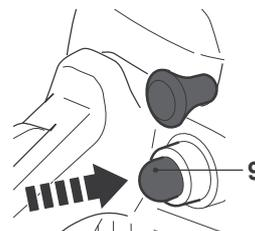

Fig. 26
- > Appuyer six fois de suite sur l'injecteur (9) jusqu'à ce que la bulle soit remplie d'essence (Fig. 26).